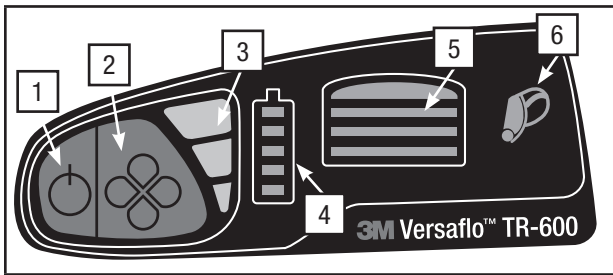

Fig. 14 – Interface do Usuário do Motor/ventilador
- Pressione e segure o botão azul menor, de força (Fig. 14, nº 1) por 1 segundo. A unidade irá ligar e executar um auto-diagnóstico. O nível do fluxo, e os indicadores do nível de fluxo, carga do filtro, e carga de bateria, começarão a piscar, e o alarme sonoro e vibratório será acionado. O indicador da bateria (Fig. 14, nº 4) mostrará o estado da carga da bateria. O filtro indicador mostrará a capacidade restante do filtro (Fig. 14, #5). **O piscar contínuo e/ou o som de qualquer alarme indica uma condição de falha, que deve ser corrigida antes do uso do sistema respiratório. Se os alarmes sonoros, ou indicadores visuais, não forem acionados no início, não use o sistema. Remova-o e consulte o seu supervisor.**
- Existem três configurações para o usuário do fluxo de ar selecionável - padrão, médio e alto fluxo. O motor/ventilador iniciará no ajuste do fluxo padrão. Pressionando e segurando o botão maior do controle de fluxo (Fig. 14, nº 2) durante 1 segundo dará um ciclo ao motor/ventilador para a próxima das três configurações de fluxo. Um bip e o fluxo de LED no seu indicador de ajuste, (Fig. 14, nº 3) indica um fluxo padrão, dois bips e dois fluxos de LED indicam um fluxo médio, três bips e três fluxos de LED indicam um fluxo alto. Pressionando o botão de controle de fluxo, o ciclo retorna para a configuração de fluxo padrão.
- Pressione e seguro o botão azul de energia durante 2 segundos (Fig. 14, nº 1).
Para conservar a carga da bateria, o display irá para o “modo sono” 30 segundos após o último botão pressionado. O indicador da velocidade de fluxo periodicamente irá piscar com a configuração de fluxo atual (Fig. 14, nº 3). Para ativar o display, pressione qualquer botão do display.
O indicador nível/alarme da bateria (Fig. 14, nº 4) mostra o estado da carga remanescente. Este indicador do estado da carga espelha o indicador da carga da bateria. O número de barras iluminadas indica o estado da carga aproximada remanescente: 5 barras = 80 a 100%, 4 barras = 60 a 80%, 3 barras = 40 a 60%, 2 barras = 20 a 40%, 1 barra = < 20%, 1 barra piscando = < 10%. O indicador do estado de carga é baseado na capacidade de carga original. Não recalibra de novo quando a bateria envelhece, e o número de barras iluminadas de uma bateria com carga completa, também diminuirá conforme a bateria perde naturalmente a sua capacidade. Esta é uma característica de segurança de modo que, ao longo da vida da bateria, o número de barras indicando o estado da carga da bateria, acesa constantemente, indica o tempo aproximado de vida que resta (com uma dada configuração do sistema e uma carga de filtro). **Quando o alarme de baixa bateria soar, os usuários devem sair imediatamente da área de risco e substituir a bateria.**
O indicador de carga do filtro (Fig. 14, nº 5) monitora a queda de pressão no sistema. O aumento da carga de contaminantes no filtro causa queda de pressão no sistema. O aumento de contaminantes no filtro é indicado pela extinção progressiva dos LEDs no indicador da carga do filtro. Conforme aumenta a queda de pressão, a velocidade da ventoinha do motor/ventilador aumenta para compensar. Quando a ventoinha não for mais capaz de compensar e fornecer um fluxo de ar adequado, o alarme do motor/ventilador será acionado. Um aviso de fluxo baixo é indicado pela LUZ VERMELHA piscando no LED inferior do indicador da carga do filtro. **Quando o alarme de baixa fluxo soar, os usuários devem sair imediatamente da área de risco e substituir o filtro/cartucho e/ou o pré-filtro/tela contra fagulhas.**
- Continue pressionando firmemente com a palma da mão contra a extremidade da saída, vedando hermeticamente. Em menos de aproximadamente 30 segundos, o aparelho irá soar um alarme sonoro e vibratório, e na barra inferior filtro carregado/indicador de fluxo de ar indicará piscando em vermelho. (Fig. 14, #5).